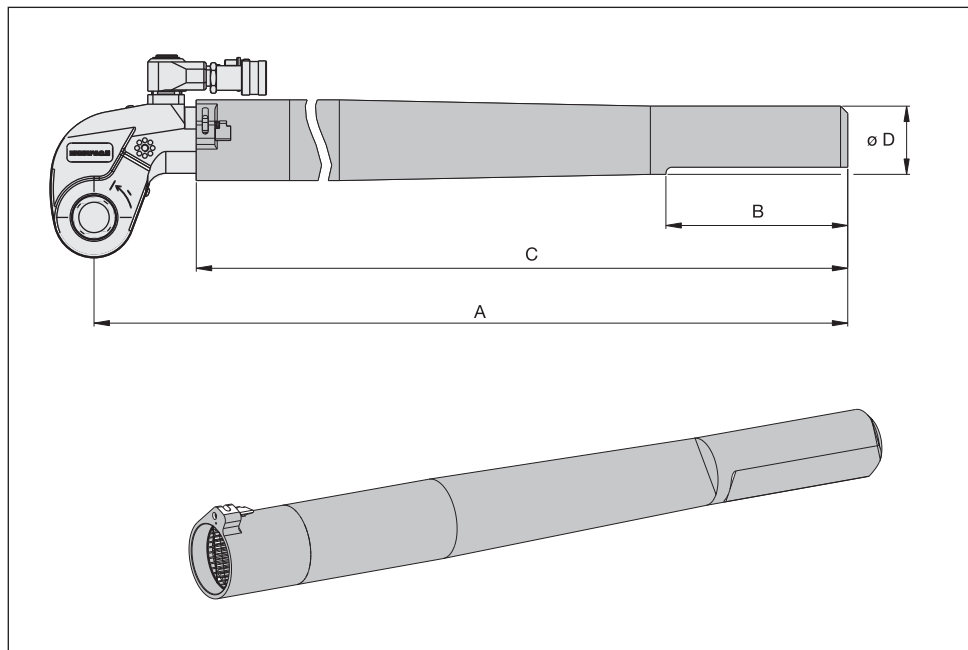

图 31
6.5 RTE 系列反力管式加长件的尺寸和规格 (图 31)